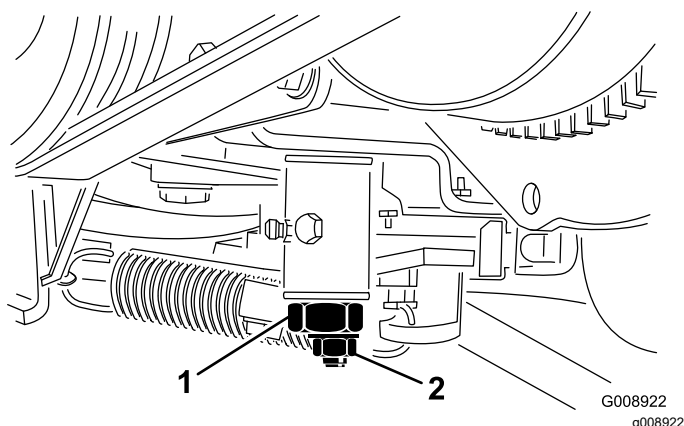

Bild 59
3. Lockern Sie die Sicherungsmutter an der Fahrtriebs-Einstellnocke (Bild 59).